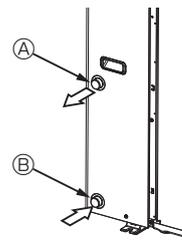

Fig. 4-1
4.1. Vesiputkien liitäntä (Fig. 4-1)
- Tulo- ja lähtöputkien sijainti näytetään Fig. 4-1.
[Fig. 4-1]